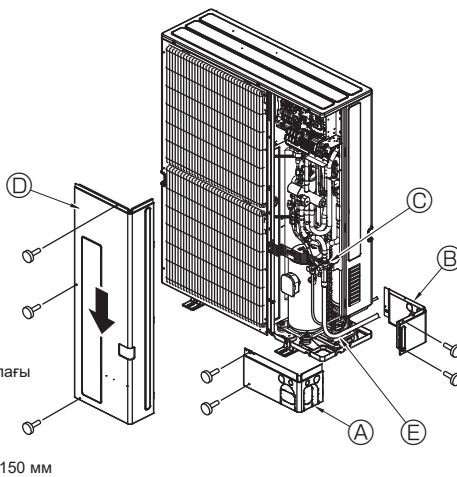

Fig. 4-8
4.5. Суық агент құбырлары (Fig. 4-8)